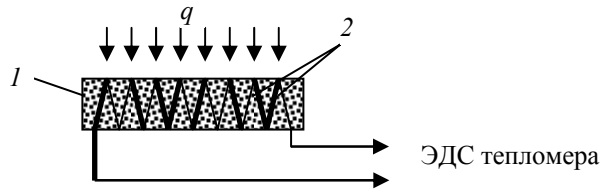

Рис. 14.3. Конструкция преобразователя теплового потока
Преобразователь имеет вид плоской пластины *1* (рис. 14.3) из эпоксидного компаунда, внутри которой размещены проводники дифференциальных термопар *2*. Горячие и холодные спаи термопар находятся соответственно на нижней и верхней гранях пластины. Поэтому термоЭДС термопар пропорциональна разности температур граней (градиенту температур), а значит, и тепловому потоку (при известной теплопроводности пластины).
2. Структурная схема лабораторной установки (на основе рис. 14.3).